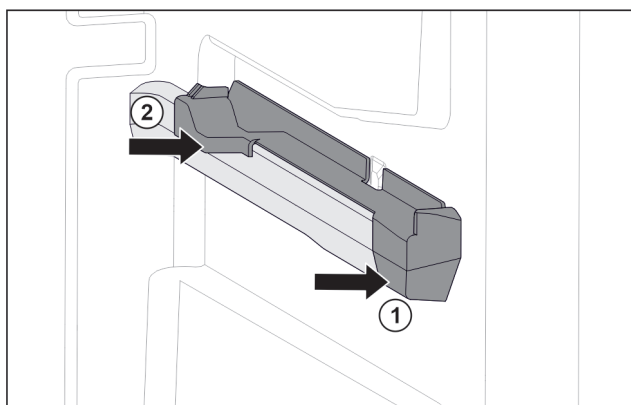

Fig. 148 Tillsats på den högra behållarens galler
- ▶ Sätt på tillsats i fram på behållarens galler. Fig. 148 (1)
- ▶ Tryck fast tillsats i bak. Fig. 148 (2)